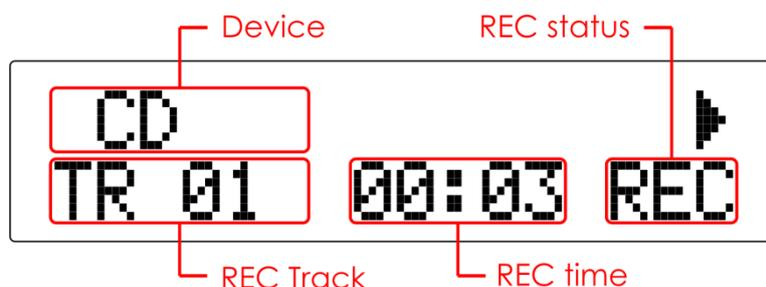

Fig. 09
- 03) Au bout de 3 secondes, l'appareil démarre automatiquement l'enregistrement. Pendant l'enregistrement, l'écran est identique à celui de la figure 09.